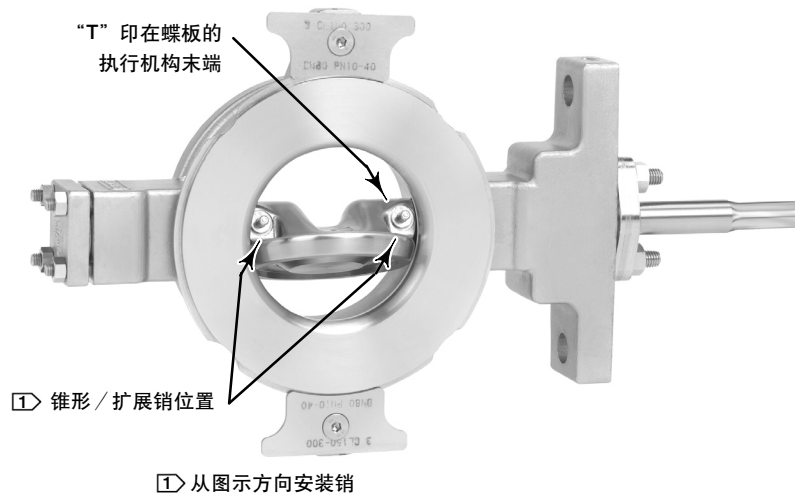

图6. 锥形 / 扩展销安装
- 参照图 6 并决定锥形销 (件号 8) 小头的位置。从大头端抽出锥形销和扩展销 (件号 7)。
2. 如图6所示将蝶板插入阀体，确保蝶板上印“T”的一侧朝向阀体的执行机构一侧。
连接从动轴的孔是居中的。必须按照图6所示安装扩展销。锥形销必须插入蝶板 / 轴 / 扩展销组件当中，直至达到“稳固接触”。“稳固接触”是指用锤子可以感觉到捶